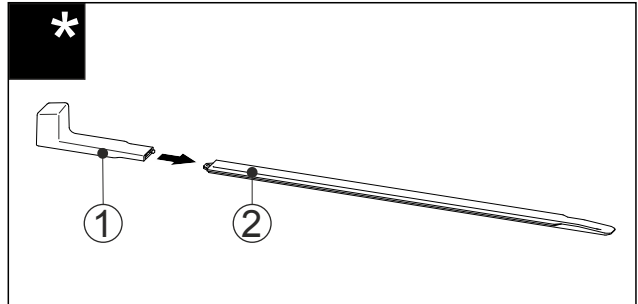

Fig. 63
- Montagegriff Fig. 63 (1) an die Nivellierschiene Fig. 63 (2) stecken.